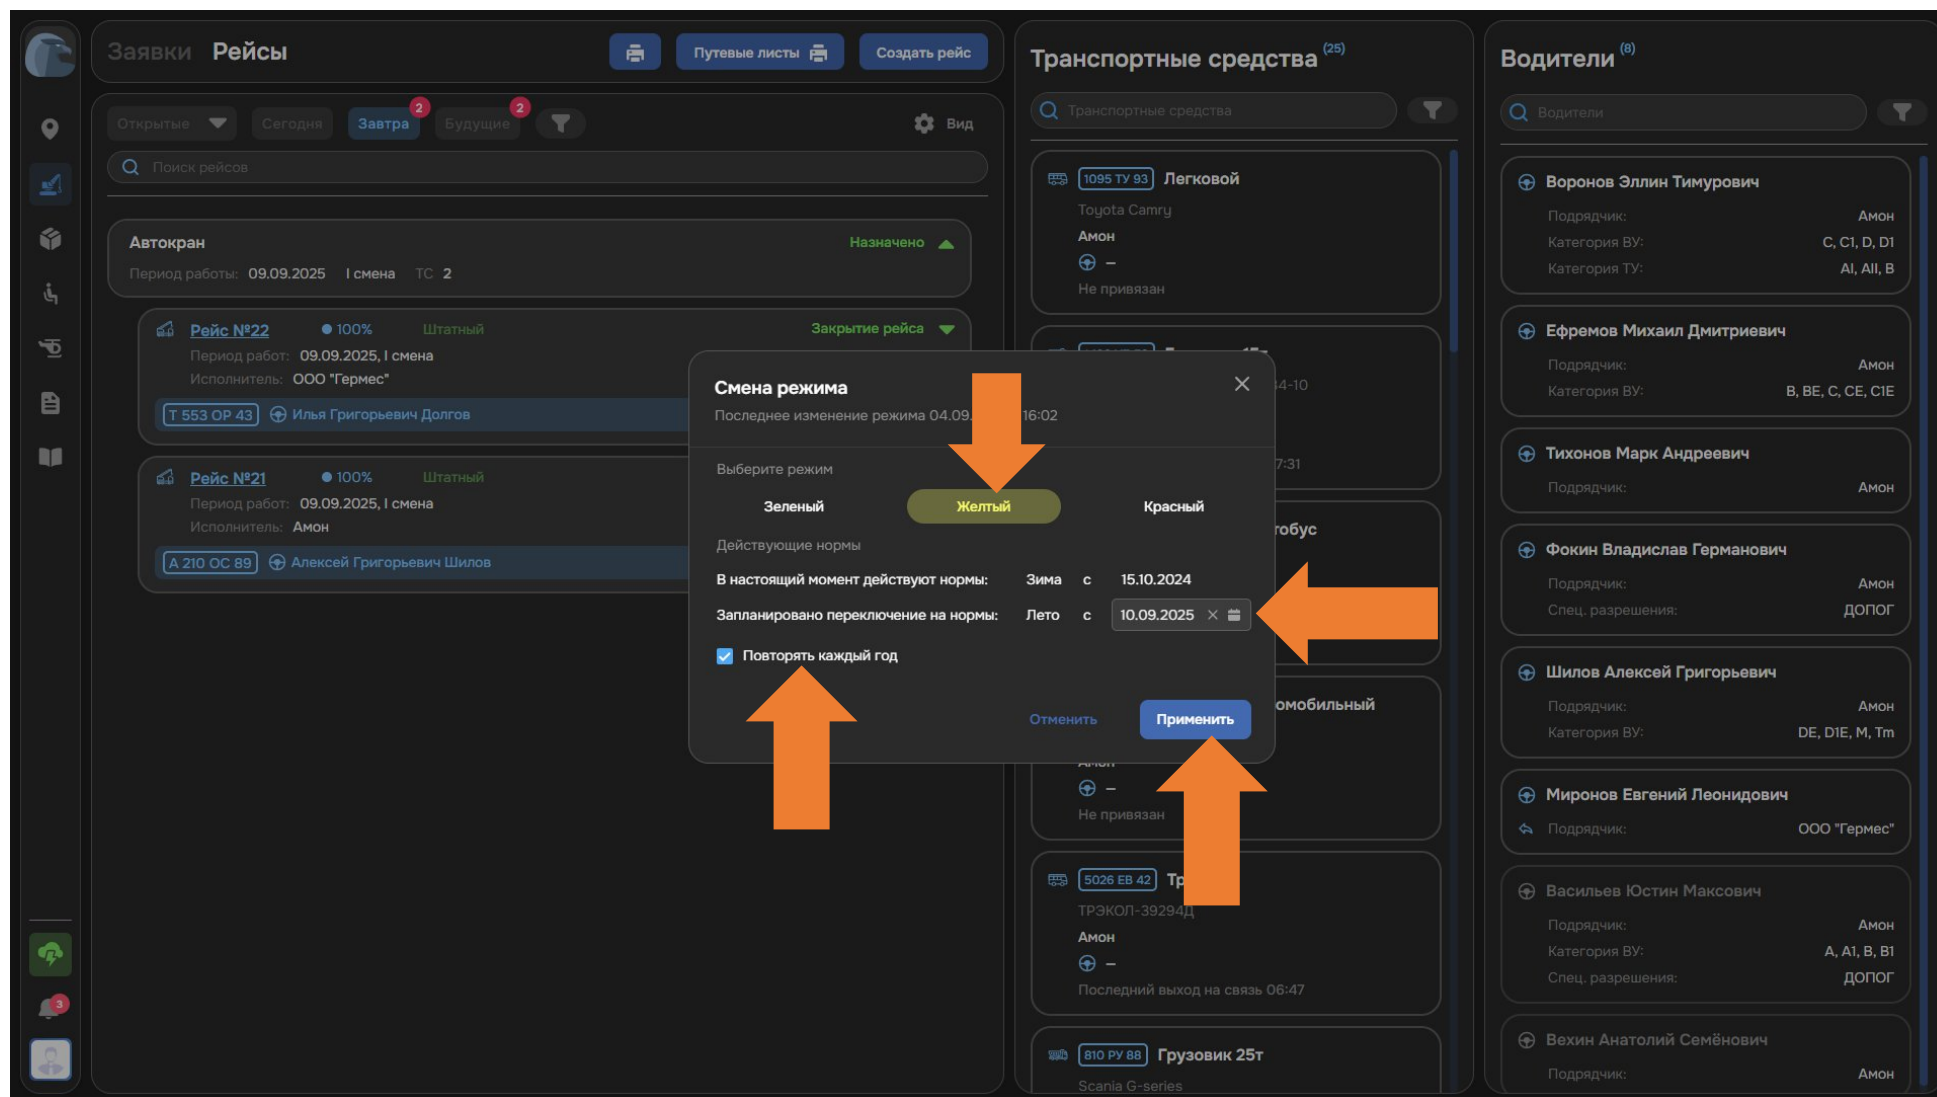

Рисунок 123. Интерфейс изменения погодного режима и сезонных норм
1. Нажать на кнопку с изображением облака в левом нижнем углу (см. Рисунок 123).
2. В открывшемся интерфейсе выберите необходимый погодный режим (зеленый, желтый или красный) и нажмите кнопку «Применить», чтобы изменить погодный режим (см. Рисунок 123).
3. Изменение норм производится путем смены дат в доступных полях среди норм для зимы и лета. Кроме того, укажите, нужно ли повторять полученные промежутки каждый год, а затем нажмите кнопку «Применить» (см. Рисунок 123).